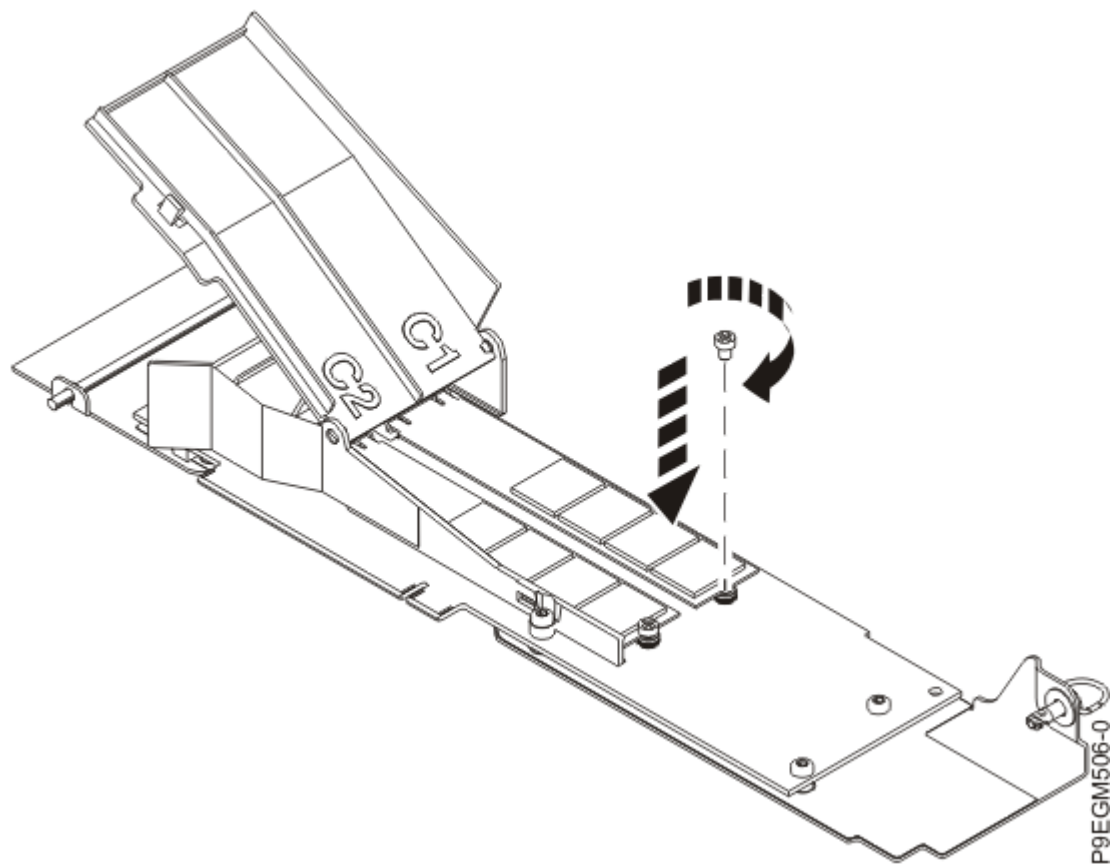

Figure 9. Fixation du module flash NVMe M.2 sur la carte porteuse
4. A l'aide d'un tournevis cruciforme, fixez le module flash sur la carte porteuse NVMe M.2. Voir Figure 9, à la page 12.